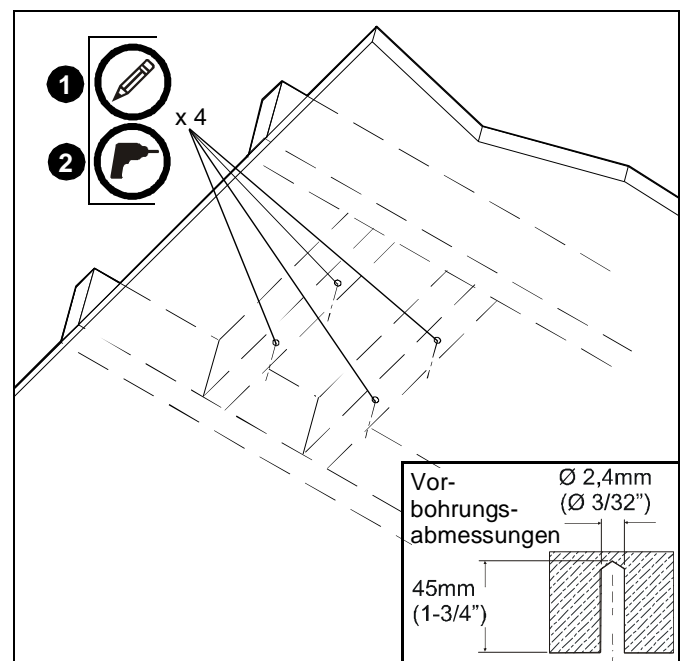

Abb. 6
1. Zeichnen Sie mithilfe der RPME als Schablone vier Bohrstellen an. (Siehe Abb. 6)